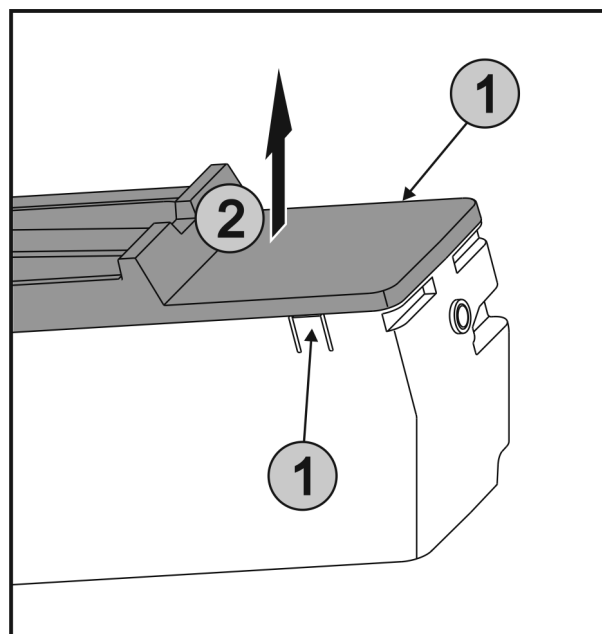

Fig. 31
- ▶ Одновременно нажать на наклейки Fig. 31 (1) на обеих сторонах EasyTwist-Ice и снять крышку Fig. 31 (2) движением вверх.